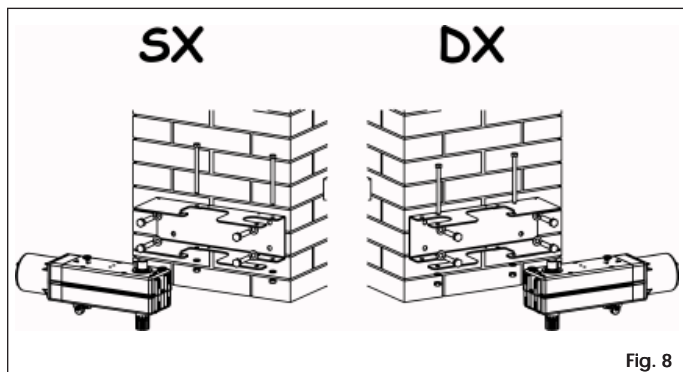

Fig. 8
- Fijen, comprobando la perfecta horizontalidad, la placa base al pilar, utilizando para ello tornillos Ø10 y adecuados tacos (Fig. 8).
- Introduzcan el grupo motorreductor en la placa base y fijenlo con los dos tornillos y correspondientes tuercas y arandelas elásticas (Fig. 8).